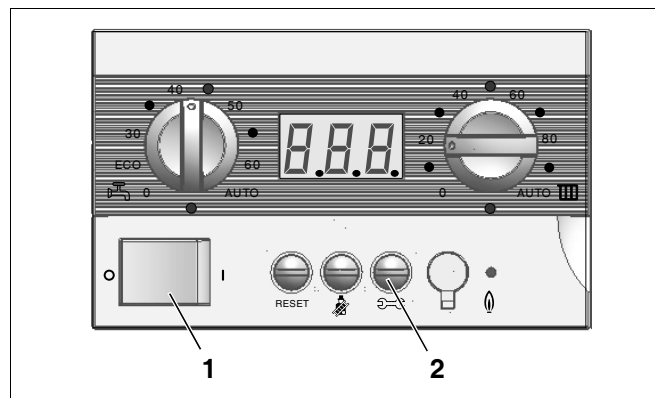

Abb. 28 Druck am BM10 ablesen
- Betriebsschalter am BM10 auf „1“ (Ein) stellen (Abb. 28, **Pos. 1**).
- Taste „Service“ (Abb. 28, **Pos. 2**) betätigen, bis der Anlagendruck angezeigt wird (z. B.: P1.1 für 1,1 bar).